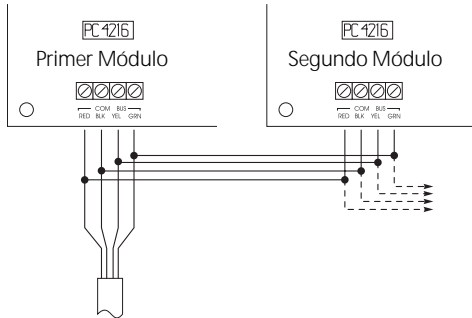

Figura 5, Conectar más de un PC4216 al Combust
5. Conecte los cables del puente entre las correspondientes terminales del Combust en cada módulo. Observe que todos los módulos PC4216 instalados en el anunciador deben ser conectados al Combust. Consulte la figura 5 a continuación.